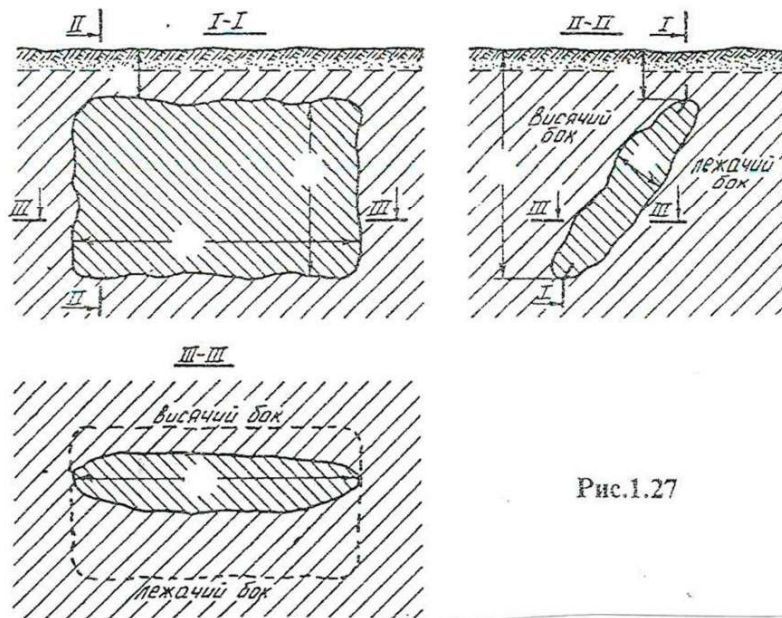

Рис.1.27
24. Какое из нижеперечисленных названий имеет разрез месторождения, по которому можно определить нормальную мощность и угол падения (см.рис.1.27)?